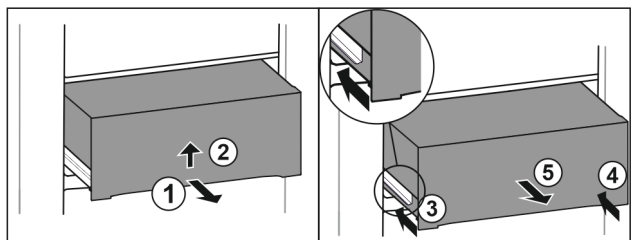

Fig. 33
- ▶ 将抽屉拉出一半。 Fig. 33 (1)
- ▶ 从底部抬起抽屉。 Fig. 33 (2)
- ▶ 推入左侧轨道。Fig. 33 (3)
- ▶ 推入右侧轨道。Fig. 33 (4)
- ▶ 朝前取出抽屉。Fig. 33 (5)